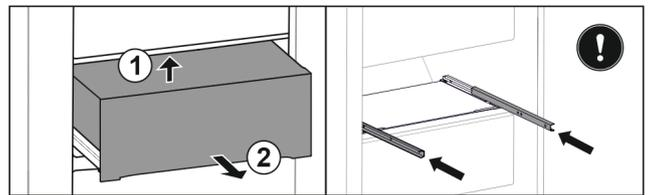

Fig. 99
- ▶ Levante el cajón hacia atrás. Fig. 99 (1)
- ▶ Extraiga el cajón hacia delante. Fig. 99 (2)